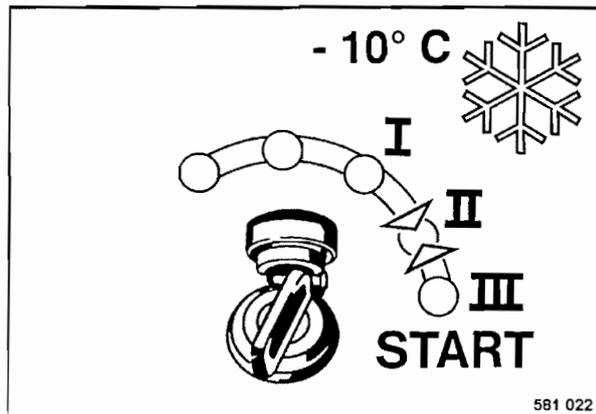

Fig. 32
- Girar la llave de encendido (Fig. 32) en posición "II" y mantenerla en esta posición durante un max. de 15 segundos.